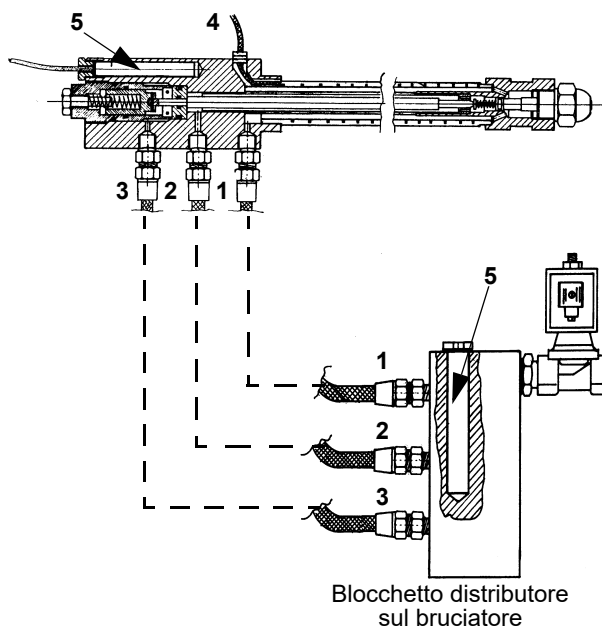

Fig. 23
- 3 per sostituire gli elettrodi, svitare le viti di fissaggio **VE** e sfilarli: inserire i nuovi elettrodi e prestare attenzione alle quote indicate in mm in Fig. 23; procedere al rimontaggio seguendo la procedura inversa.